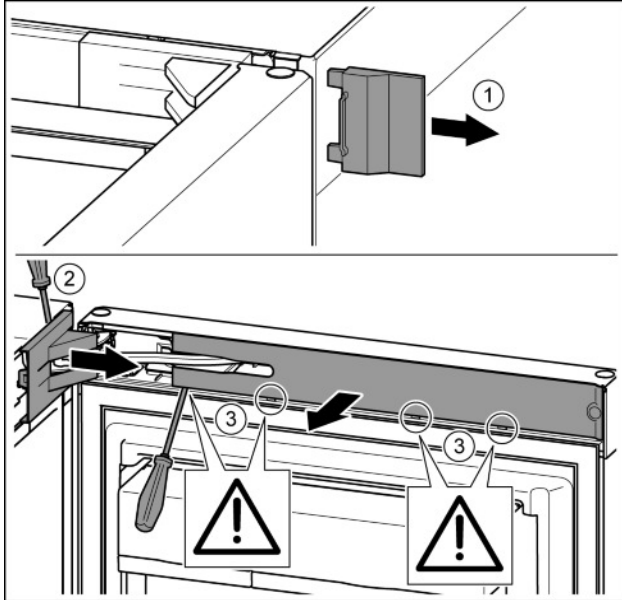

Fig. 7
- u Retirer le cache extérieur. Fig. 7 (1)
- u Débloquer le cache du support de palier à l'aide d'un tournevis et le libérer. Retirer le cache du support de palier. Fig. 7 (2)
- u Dégager le cache avec le tournevis et l'incliner sur le côté. Fig. 7 (3)